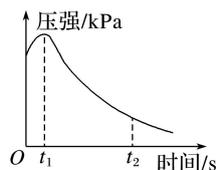
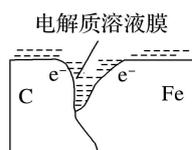

图 2
图 3
①	为以下实验作参照	0.5	2.0	90.0
②	醋酸浓度的影响	0.5		36.0
③		0.2	2.0	90.0
(2)编号①实验测得容器中压强随时间变化如图 2。 t_2 时,容器中压强明显小于起始压强,其原因是铁发生了_____腐蚀,请在图 3 中用箭头标出发生该腐蚀时电子流动方向;此时,碳粉表面发生了_____(填“氧化”或“还原”)反应,其电极反应式是_____。
(3)该小组对图 2 中 $0 \sim t_1$ 时压强变大的原因提出了如下假设,请你完成假设二。